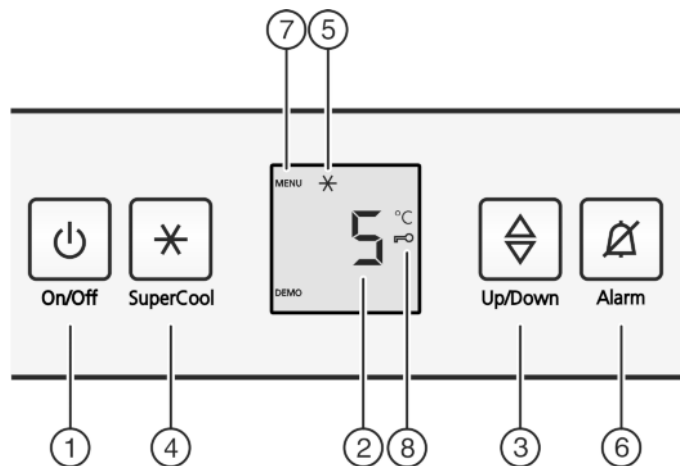

Fig. 2
- ▶ Aan/uit-toets *Fig. 2 (1)* indrukken.
- ▶ Toets SuperCool *Fig. 2 (4)* ca. 5 seconden indrukken.
- ▷ Op de display wordt het symbool Menu *Fig. 2 (7)* weergegeven.
- ▶ Met de toets SuperCool *Fig. 2 (4)* kort bevestigen.
- ▷ Het symbool Kinderbeveiliging *Fig. 2 (8)* op de display gaat branden.
- ▶ De toets On/Off *Fig. 2 (1)* kort indrukken.
- ▶ Toets Alarm *Fig. 2 (6)* indrukken.
- ▶ Temperatuurfunctie oproepen: Druk de insteltoets *Fig. 2 (3)* in.
- ▶ Temperatuur in 1 °C stappen wijzigen: Druk de insteltoets *Fig. 2 (3)* net zo vaak in, totdat de gewenste temperatuur op het temperatuurdisplay oplicht.
- ▶ Toets SuperCool *Fig. 2 (4)* kort indrukken.
- ▷ Het symbool SuperCool *Fig. 2 (5)* is verlicht in de display.
- ▶ Toets SuperCool Fig. 2 (4) kort indrukken.
- ▷ Het symbool SuperCool Fig. 2 (5) in de display gaat uit.